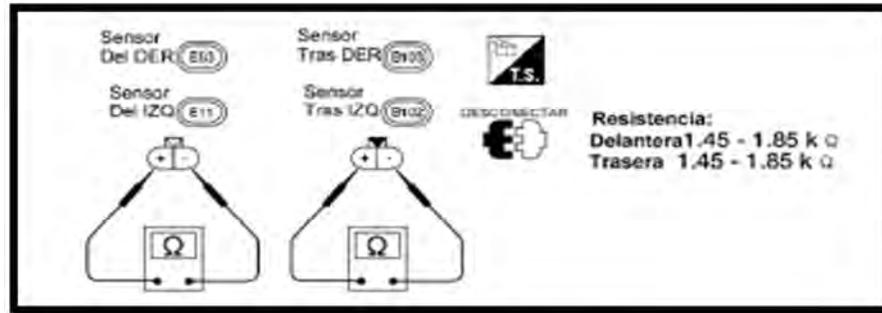

Figura 2.11 Valores resistencia sensor ABS.
- En la prueba de resistencia se debe conectar el óhmetro a los terminales del sensor (figura 2.11), según sea la lectura de la resistencia se verificará si está en correcto funcionamiento o no.